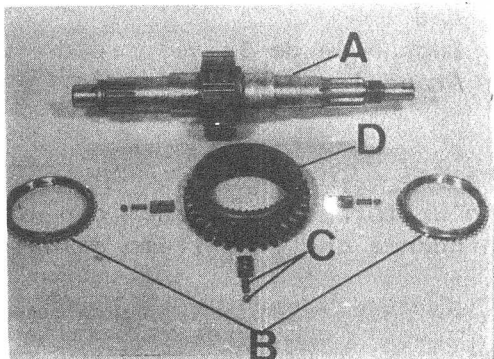

Fig. C1-125 Conjunto eje principal y sincronizador de 1a y 2a V.
- 1.11. Desarmar el conjunto sincronizador de 1a y 2a velocidad (Fig. C1-125) en la misma forma que el de 3a y 4a velocidad (1.9 y 1.10).